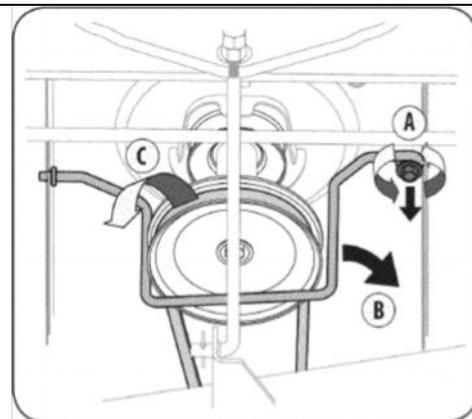

Рис.19
3. Отверните саморез (А) который удерживает предохранительную тягу ремня на шкиве механизма отбора мощности, а затем извлеките тягу (В) (См. Рис. 19).
4. Снимите ремень (С) со шкива механизма отбора мощности (См. Рис. 19).